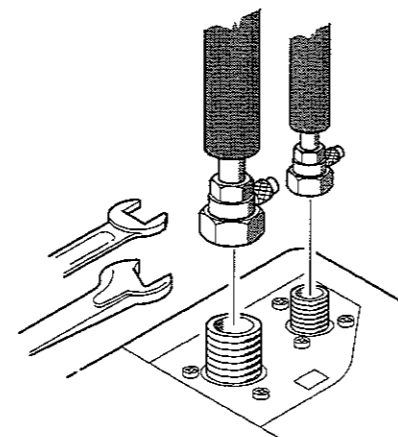

fig. 7
- avvitare i semigiunti a mano per alcuni giri fino ad incontrare una prima forte resistenza, quindi utilizzare le chiavi di serraggio per arrivare allo sfondamento dei diaframmi e completando quindi il collegamento (fig. 7).